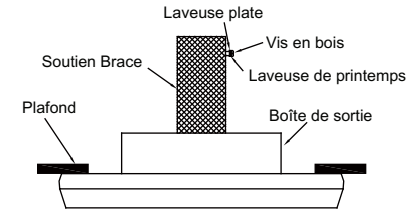

Fig. 13
**Étape 1.** Conduisez une vis en bois et des rondelles sur le côté de l'accolade qui tient la boîte de sortie. Laissez 3 mm (1/8 po) d'espace entre l'accolade de soutien et la rondelle. (Fig. 13)